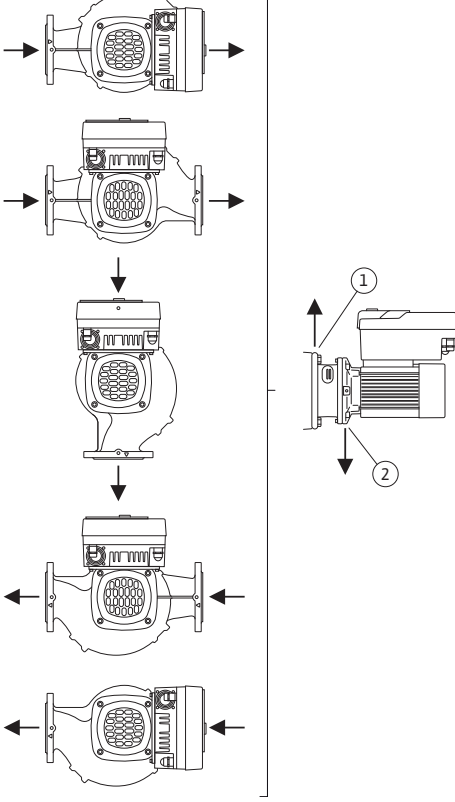

Fig. 16: Yatay mil ile izin verilen montaj konumları
- Yatay motor milinde kondens suyu deliğinin aşağıya doğru olması gerekir (Fig. 16, Poz. 2). Gerekirse motor döndürülmelidir.